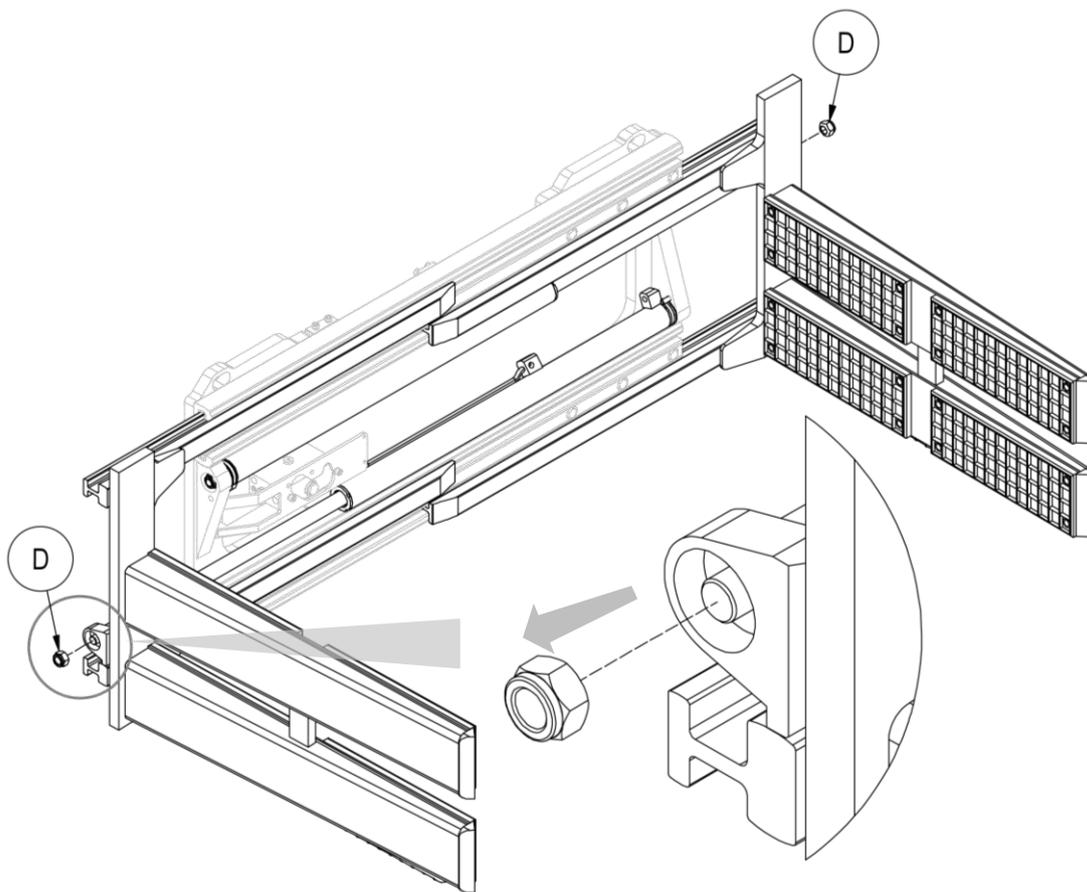

Figura 36
3. Rimuovere i dati **D** che vincolano i cilindri alle forcelle (vedi *Figura 36*).